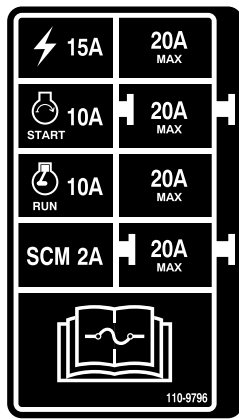

Figure 62
**Important:** Si vous devez remplacer un fusible, utilisez toujours un fusible de même type et de même intensité que celui d'origine, car vous pourriez sinon endommager le système électrique. Reportez-vous au schéma et à l'intensité de chaque fusible sur l'autocollant apposé près des fusibles (Figure 62).